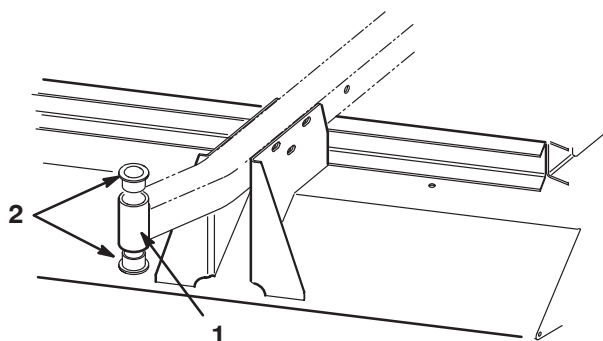

Fig. 24
4. Skjut in en pinnhorn i monteringsrörets övre eller nedre del och skjut ut bussningen ur röret (fig. 24). Skjut också ut den andra bussningen ur röret. Rengör insidan på rören och ta bort all smuts.